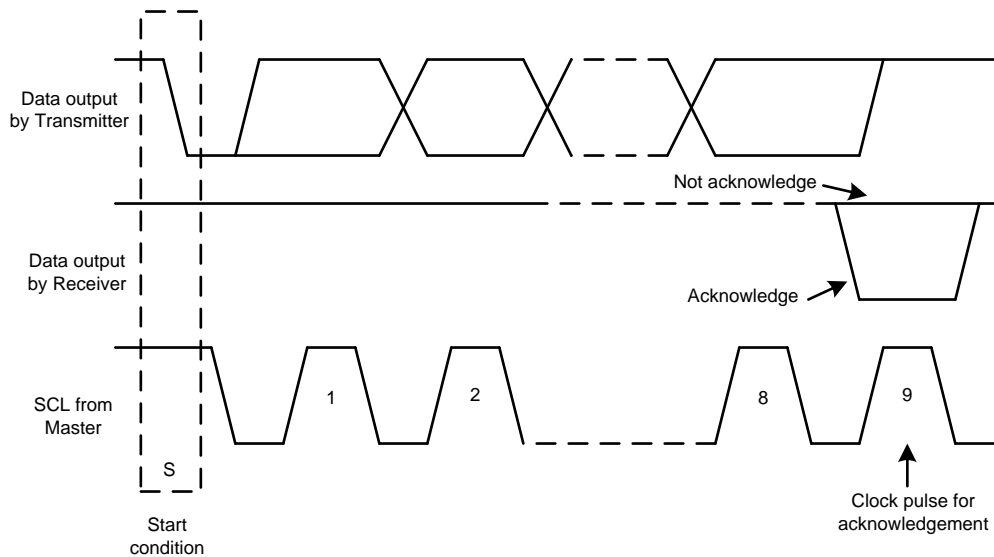
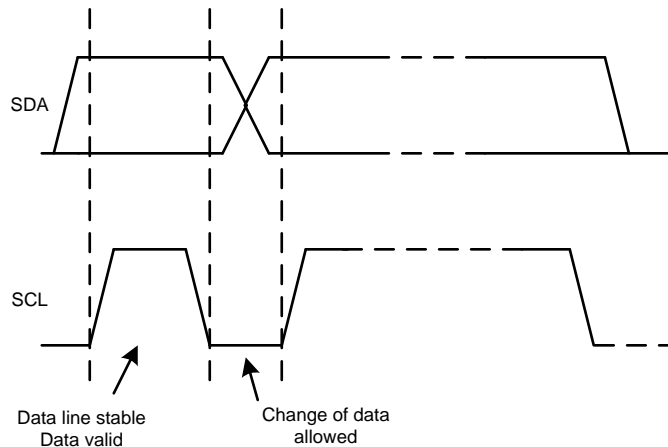

图 56. I2C™ 总线上的确认和非确认
图 58. I2C™ 总线上的位传输
除了特定的时序信号之外，I2C™ 接口还使用串行字节。在每个字节结束时，第九个时钟周期产生并检测确认信号。确认是指 SDA 线在第九个时钟周期的高电平期间被拉低。非确认是指 SDA 线在第九个时钟周期的高电平期间保持高电平，如图 56 所示。
2. 主器件随后产生 SCL 脉冲，并在 SDA 线上发送 7 位地址和读取/写入方向位 (R/W)。在所有传输期间，主器件确保数据有效。有效数据条件要求 SDA 线在时钟脉冲的整个高电平期间保持稳定，如图 58 所示。所有器件都识别主器件发送的地址，并将其与内部固定地址进行比较。只有具有匹配地址的从器件才会通过在第 9 个 SCL 周期的整个高电平期间拉低 SDA 线来产生确认（如图 56 所示，在第 9 个 SCL 周期的整个高电平期间将 SDA 线拉低）。在检测到该确认时，主器件便知道已建立与从器件的通信链路。